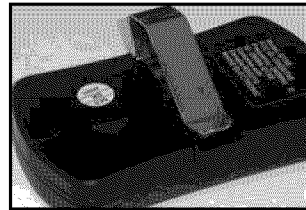

FIG. 8-3 **Acople el sujetador de visera.**
- Hará un clic en el lugar (Fig. 8-3).
- Il s'enclenche (Fig. 8-3).